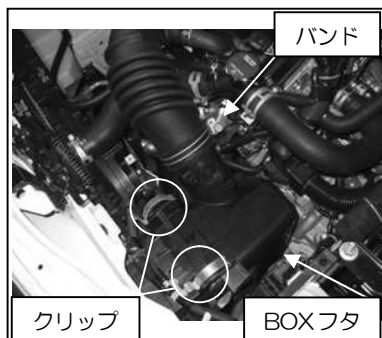

図1
- ①サクシオン部のバンドを緩め、クリーナーBOX からサクシオンホースを切り離します。(図1 参照)
- ②クリップを2ヶ所外し、クリーナーBOX フタ部分及び純正フィルターを取り外します。(図1 参照)